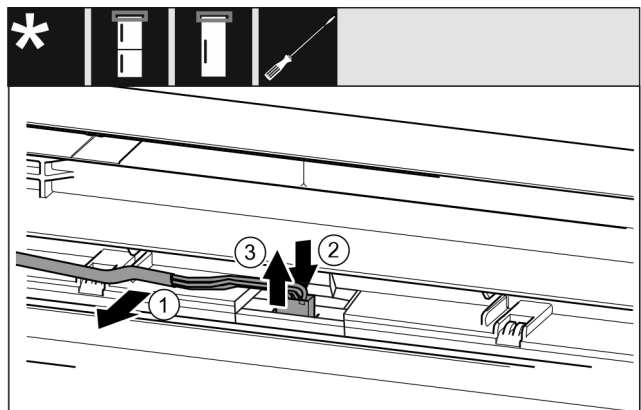

Fig. 20
- Óvatosan vegye ki az ajtóban lévő szürke kábelt a vezető-sínből. Fig. 20 (1)
- Nyomja hátra a dugó alatti fedőlemezt. Fig. 20 (2)
- Óvatosan húzza ki felfelé a dugót. Fig. 20 (3)